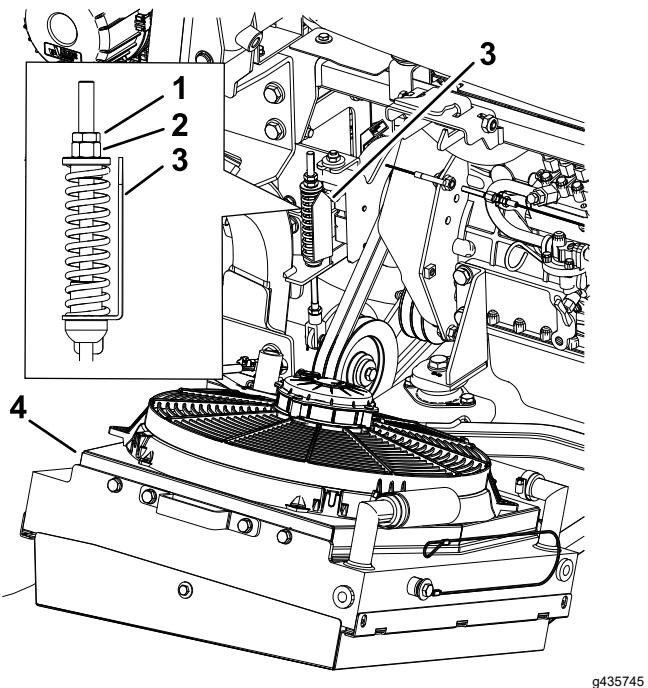

Figura 77
5. Si fuera necesario, gire la tuerca del tensor de la polea hasta que la flecha indicadora de tensión se alinee con la superficie exterior de la arandela (Figura 77).
8. Mueva la polea tensora hacia arriba y retire las correas de la máquina (Figura 77).
1. Alinee las correas de la toma de fuerza sobre las poleas (Figura 77).